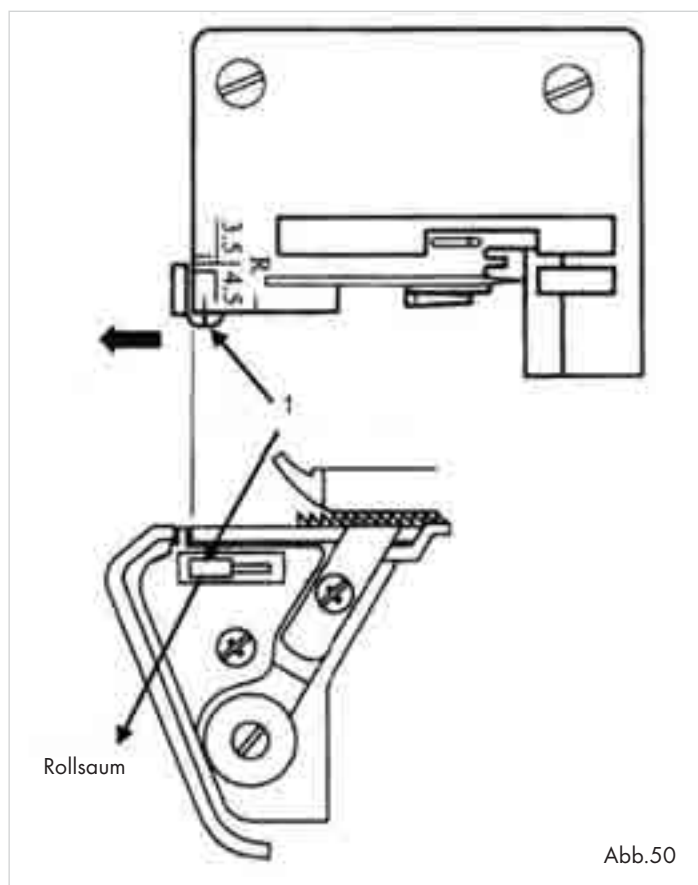

Abb.50
- Öffnen Sie die Frontklappe ⑩.
- Schieben Sie den Nahtbreitenschalter ⑬ auf „R“, damit der Nahtbreitenfinger zurückgeschoben wird (1)(Abb. 50).
① Hinweis: